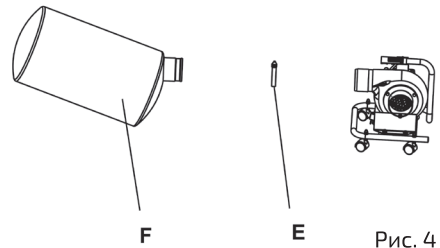

Рис. 4
1. Натянуть хомут (Е) на выпускное отверстие стружкоотсоса (рис. 4).
2. Натянуть отверстие мешка (F) на выпускной патрубке. Натянуть хомут (Е) вверх мешка, затянуть хомут.